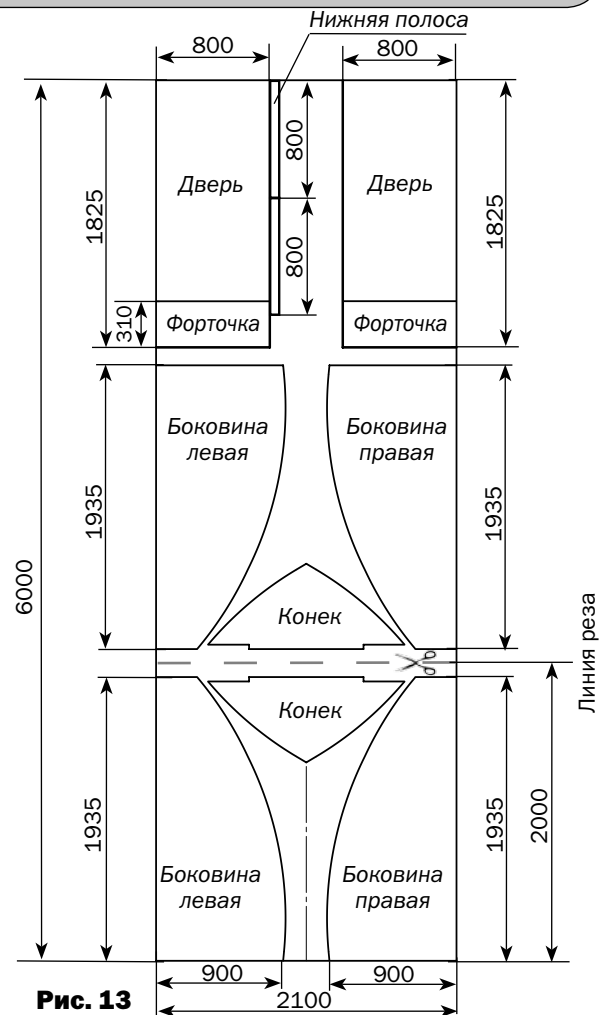

Рис. 13
РАСКРОЙ ЛИСТА ПОЛИКАРБОНАТА ВЫПОЛНЯЙТЕ СТРОГО В СООТВЕТСТВИИ С РИС. 13 И РИС. 14
1. Раскройте лист покрытия для торцов. Для этого отрежьте от листа поликарбоната кусок 2 метра длиной (см. линии реза на **рис.13**). Чтобы сделать шаблон покрытия, приложите вырезанный кусок к собранному торцу теплицы и, не снимая защитной пленки с поликарбоната, нанесите разметку шаблона на листе покрытия по деталям **4в** и **4н** с припуском (**рис.14**). При разметке край листа строго совмещается по кромке деталей **7** и **8**, а верхняя кромка выше на 30 мм нижнего края детали **5**. Вырежьте шаблон. Разметьте оставшуюся часть листа, используя вырезанный шаблон, в соответствии со схемой раскроя (**рис.13**).